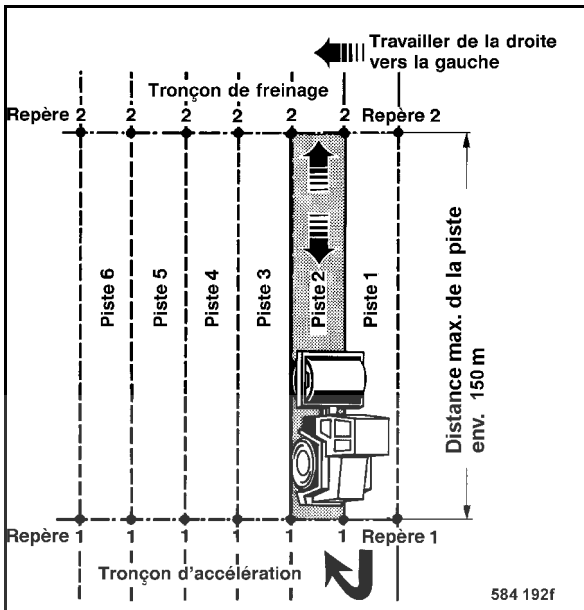

fig. 96
- Répéter la procédure de compactage complète d'enregistrement des données sur la piste suivante (fig. 96).